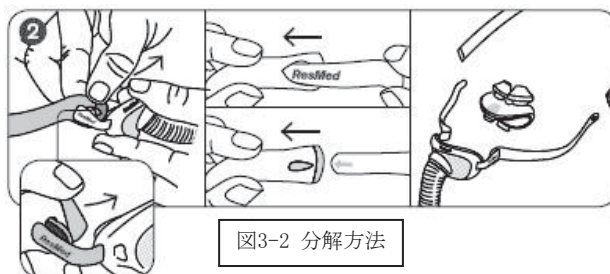

図3-2 分解方法
- (2) ヘッドギアの端にあるヘッドギア端部を持って引っ張るとサイドフレーム挿入部が広がる。その状態でサイドフレーム挿入部をヘッドギア固定部から外し、ヘッドギアをサイドフレームから取り外すことができる。(図3-2参照)